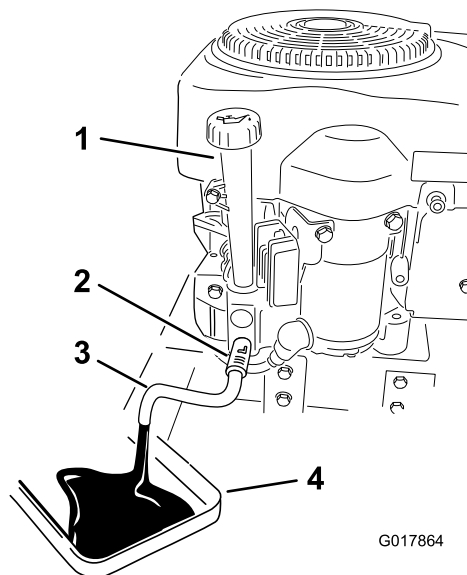

Figure 31
4. Nettoyez la surface autour du robinet de vidange sur le cadre de la machine. Trouvez le flexible de vidange d'huile et branchez-le au robinet de vidange (Figure 31).
6. Placez un bac de vidange sous la machine, juste sous le flexible de vidange, comme montré à la Figure 31.
7. Tournez le robinet de vidange d'huile de 1/4 de tour dans le sens antihoraire pour l'ouvrir et permettre à l'huile de s'écouler. Enlevez le bouchon de remplissage/la jauge (Figure 31).
10. Versez lentement environ 80 % de la quantité d'huile spécifiée dans le trou de remplissage (Figure 31). Vérifiez le niveau d'huile ; voir Contrôle du niveau d'huile.